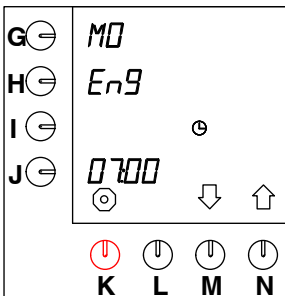

Fig. 30 Språkinställning
- Efter 10 sekunder visas standardinställningen "EnG" blinkande bredvid programmeringstangenten (fig. 30 ).